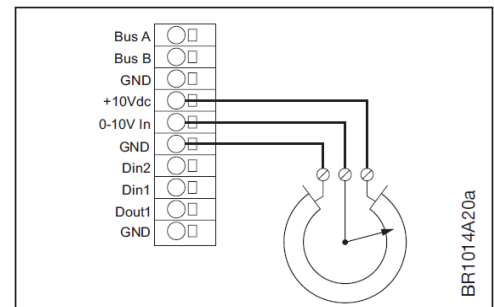

Abb. 3-16: Potentiometer-Anschluss
- Anschluss von Potentiometer gemäß Abb. 3-16